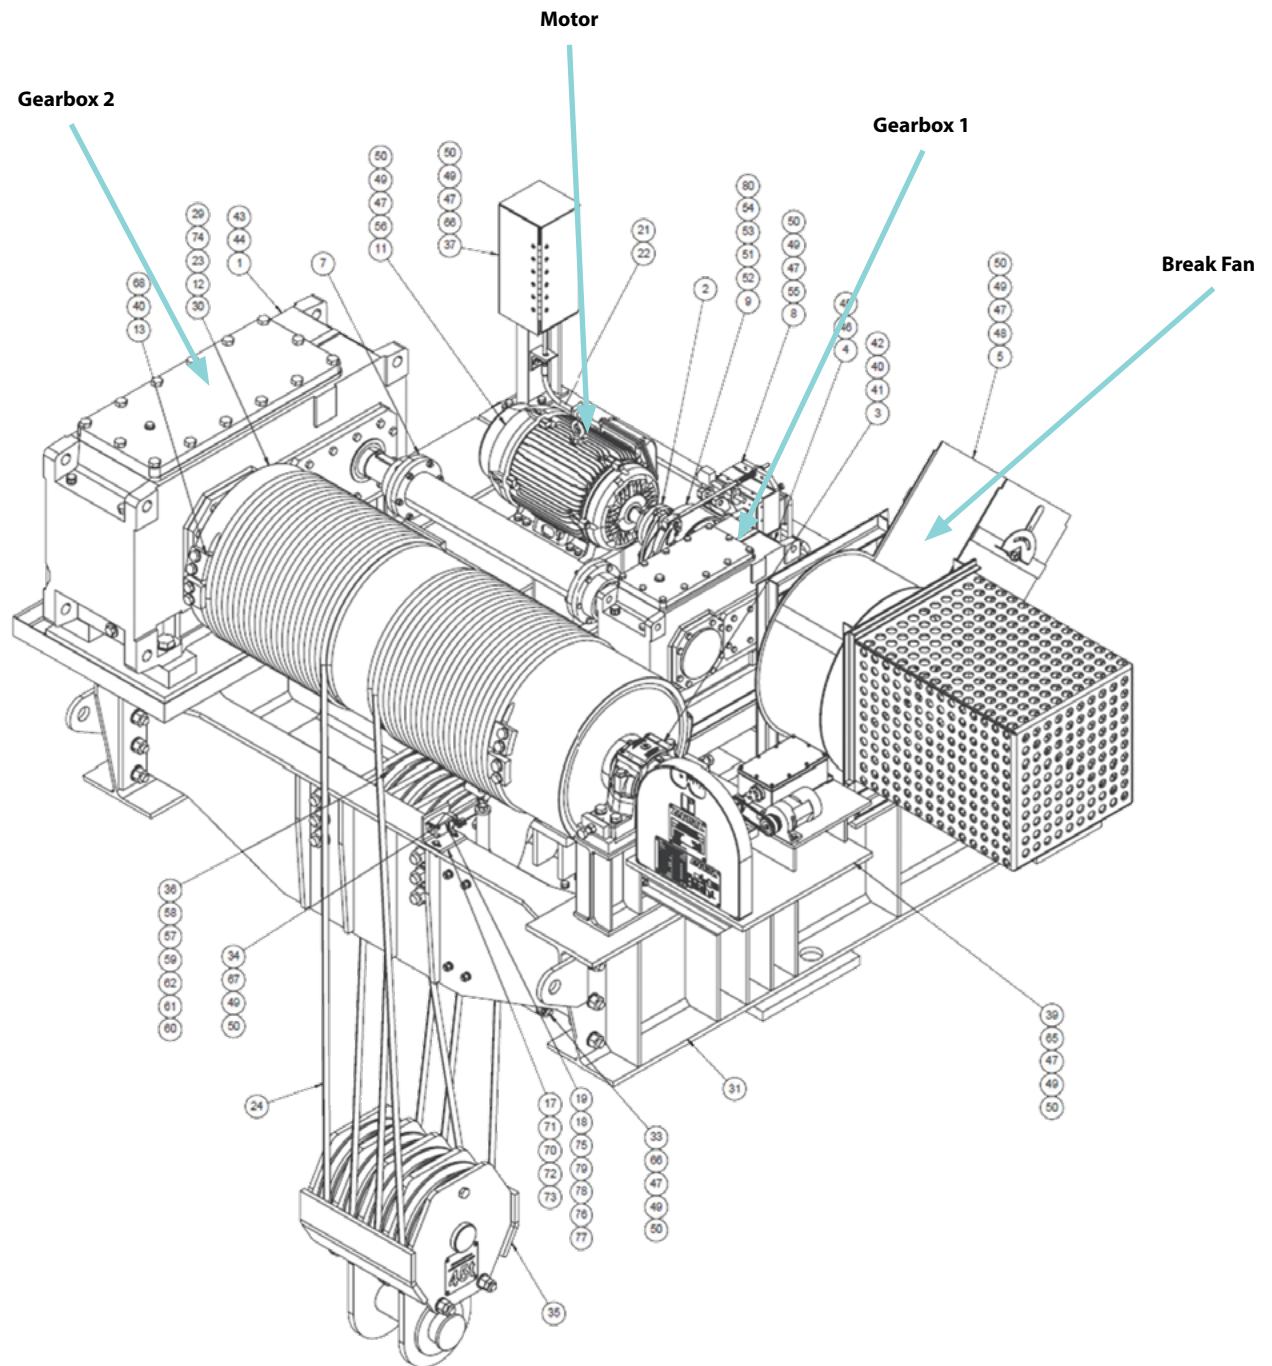

Figure 1: Dessin d'assemblage de palan
Un nouveau palan de vanne a été installé dans le cadre de la rénovation d'un générateur hydroélectrique. Dans le cadre de la mise en service, le groupe de dynamique de la machine (MD) a été chargé de surveiller les vibrations de la carcasse de l'ensemble du train. Le palan est composé d'un moteur de 1200 tr/min, de deux boîtes de vitesses, d'un ventilateur de freinage et du tambour principal. La figure 1 est le schéma d'assemblage du palan. Les données de vibration de l'essai d'acceptation en usine (FAT) n'ont indiqué aucun problème. MD a installé des vélocimètres et des accéléromètres sur le moteur, la première boîte de vitesses et le ventilateur de freinage pour mesurer les vibrations de la carcasse.